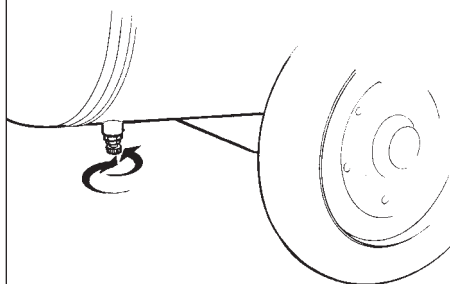

fig. 2
- controleer of de condensaatafvoerkraan onder het reservoir (Fig. 2) gesloten is;
- De druk van het reservoir en van de interne circuiten door de kraan voor de kondensaatafvoer ontladen voor men ingrijpt of men onderdelen van het luchtcircuit demonteert (Fig. 2). Voorzichtig losschroeven om de lucht langzaam uit te laten. Door de manometer controleren of in het luchtcircuit geen druk is.
Na iedere werkdag het condensaat door de onder het reservoir gestelde kraan afvoeren (Fig. 2). Het wordt aangeraden, een automatische afvoergoot voor het condensaat aan te brengen, om volfooiing van de afvoer te garanderen.